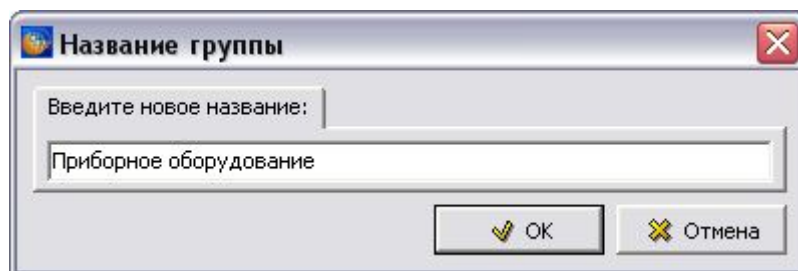

Рис. 8.26
2. Выделите созданную группу и нажмите на кнопку **Свойства элемента** . В диалоговом окне **Название группы** введите название группы «Приборное оборудование» (Рис. 8.26).